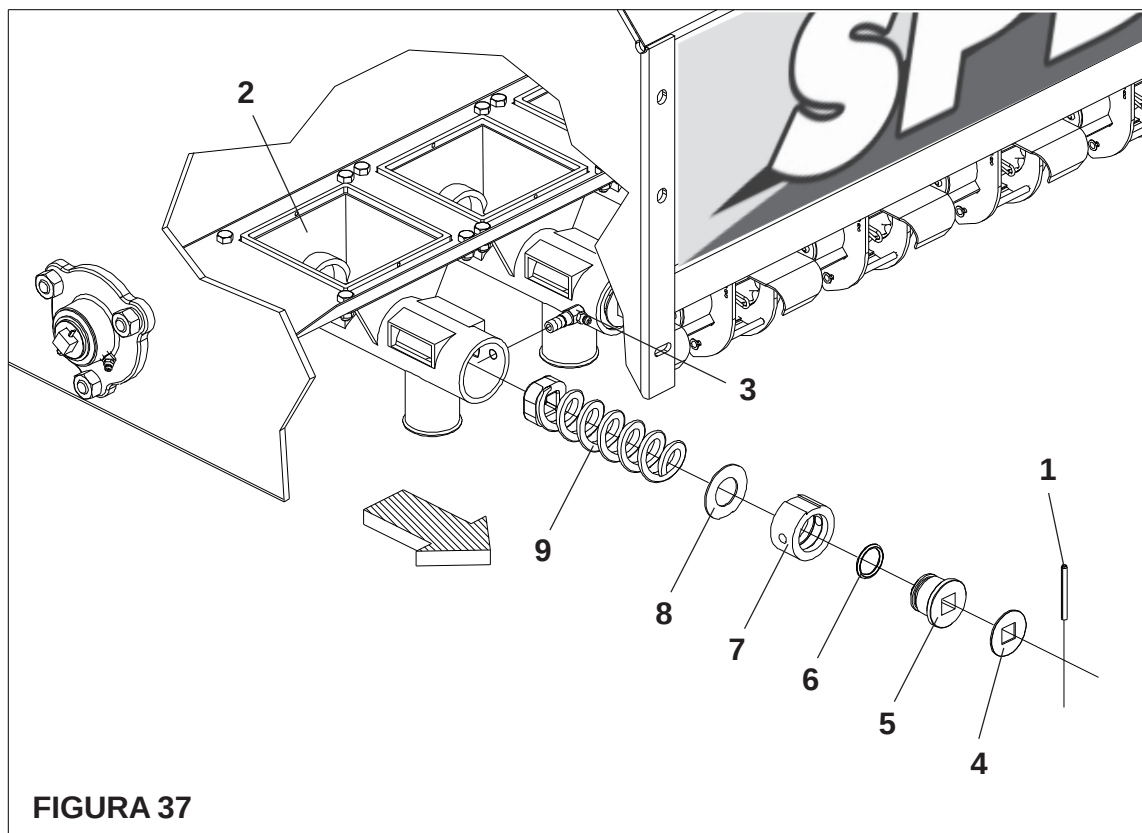

FIGURA 37
SISTEMA DE ABONO (FIGURA 37) SPDe 3000 / 4000 / 5000
- Quite el perno elástico (1) de la parte trasera del sistema distribuidor (2). Enseguida, suelte el tornillo (3), quite la arandela (4), buje (5), anillo (6), buje (7), arandela (8) y finalmente el resorte (9) empujando hacia atrás, conforme el detalle de la **FIGURA 37**.